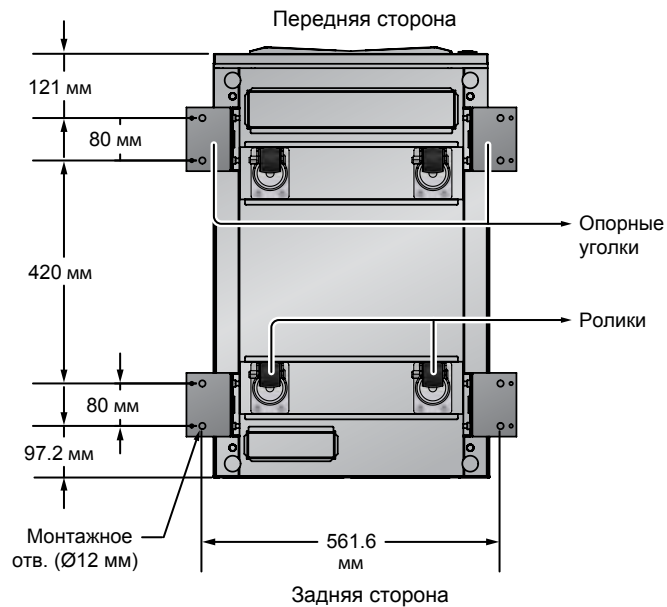

Рис. 6-3. Расположение монтажных отверстий
- 1 На месте монтажа подготовьте отверстия в полу, как показано на **Рис. 6-3**.